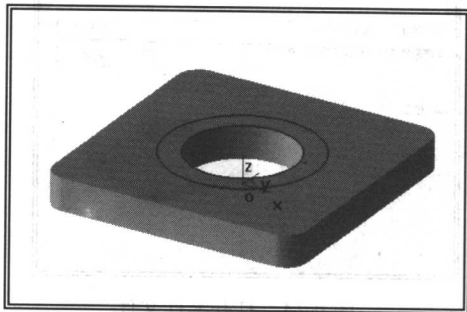

图 0-11 绘制草图结果
(2) 单击工具栏中的“圆”按钮 , 拾取坐标原点为圆心, 按 **Enter** 键, 在数据输入框中键入“25”, 按 **Enter** 键, 键入“35”, 按 **Enter** 键, 在绘图区出现 $R25$ 和 $R35$ 的两个同心圆, 点击鼠标右键结束命令, 绘制结果如图 0-11 所示。